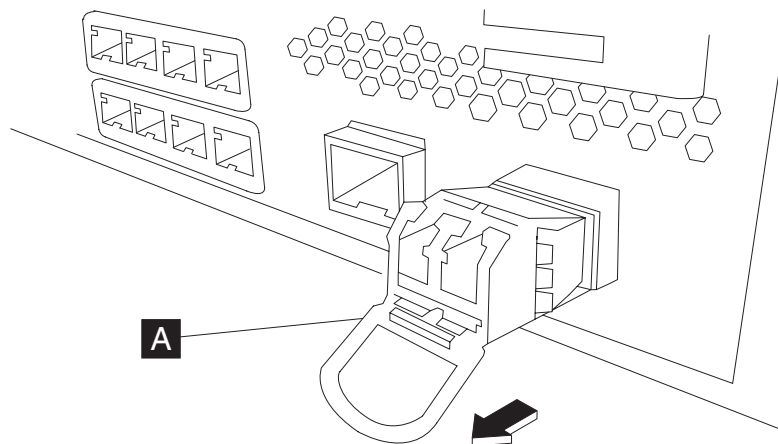

Figura 27. Com treure un transceptor SFP
- Obriu la balda blava de la part anterior del transceptor, tal com es mostra a Figura 27.